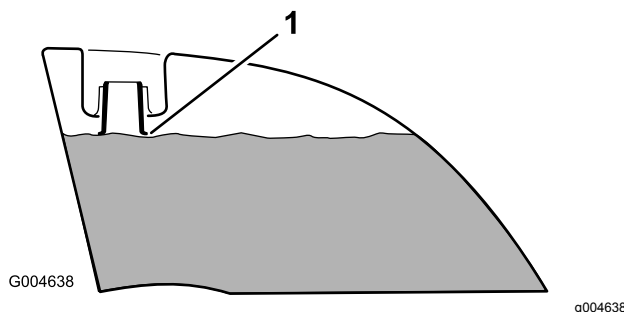

Figura 11
4. Aggiungete carburante in entrambi i serbatoi fin quando non è a livello con la base del collo del bocchettone (Figura 11). Non riempite troppo i serbatoi.